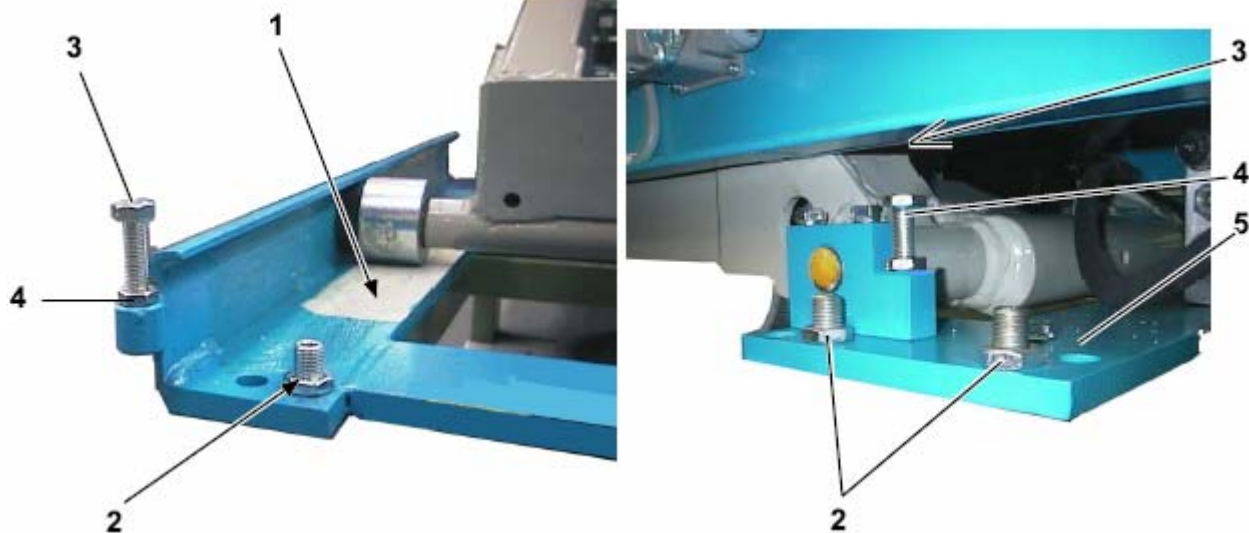

Рис. 32
- Проверьте выравненность оснований платформ, используя в качестве точек отсчета: поверхности скольжения роликов **1** (Рис. 32) и опоры для шатунного механизма **5**. При необходимости воспользуйтесь регулировочными винтами **2**. В данном случае основание подъемника должно полностью лежать на полу во избежание возможных его деформаций. Если необходимо, используйте клинья.
- Если необходимо подкрутите регулировочные болты 3 (Рис. 32). Затем зафиксируйте их в данном положении с помощью контргаек 4.